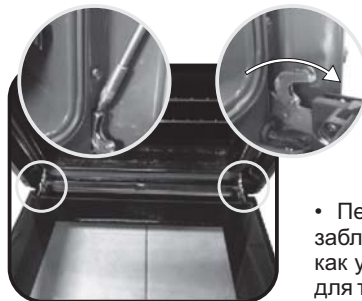

Figure 2
- Петли дверцы духового шкафа заблокированы. Разблокируйте их, как указано на рисунке 2 (Figure 2), для того, чтобы снять дверцу.